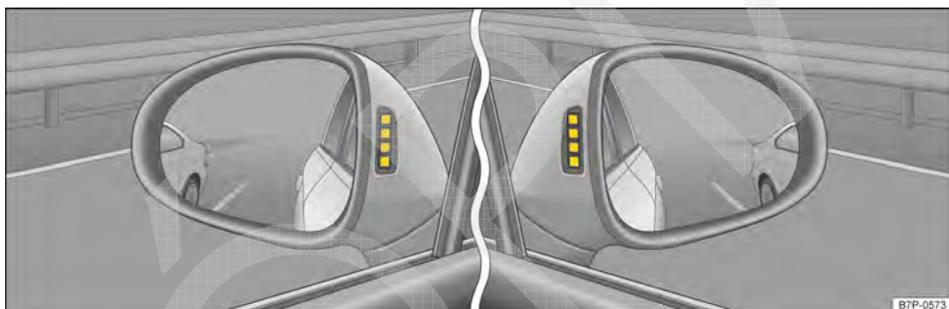

Fig. 169 Nas carcaças dos espelhos retrovisores externos: indicações visuais do assistente de mudança de faixa (Side Assist).
O assistente de mudança de faixa monitora a área atrás do veículo com ajuda dos sensores do radar → Página 44 (6). Assim, o sistema mede a distância e a diferença de velocidade com relação a outros veículos. O assistente de mudança de faixa não funciona a uma velocidade de condução de aproximadamente 30 km/h (19 mph). O condutor é informado através das indicações visuais nos espelhos retrovisores externos → Fig. 169.
As indicações visuais → Fig. 169 na carcaça do respectivo espelho retrovisor externo informam sobre o trânsito traseiro à esquerda e à direita do próprio veículo, se uma situação de troca de faixa for classificada como crítica.